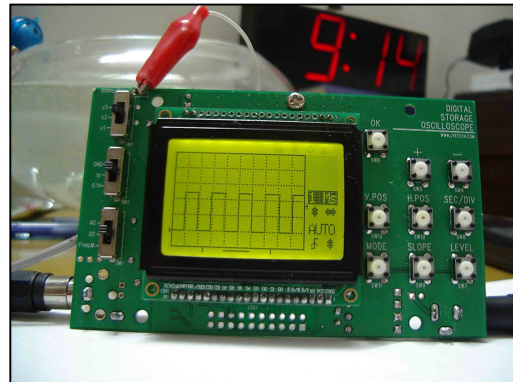

图 4
- 6) 当将倍率开关置于 X2 的位置时,你应能看到图 4 的波形。
该练习的目的是了解触发的用法。图 4 是一个锯齿波产生电路,它接上 10V 以上电源就可以产生锯齿波。练习操作步骤：